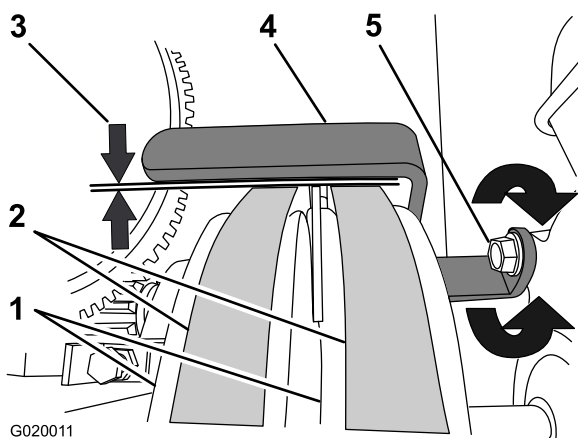

Figura 60
3. Compruebe que la holgura entre la guía de las correas y las correas es de 2.5 a 4.0 mm (3/32 a 5/32 pulgada); consulte Figura 60.
- A. Afloje el perno que sujeta la guía de las correas al motor (Figura 60).
- B. Mueva la guía de las correas hacia arriba o hacia abajo hasta que quede una holgura de 2.5 a 4.0 mm (3/32 a 5/32 pulgada) entre la guía y cada correa (Figura 60).
- C. Apriete el perno que sujeta la guía de las correas al motor (Figura 60).